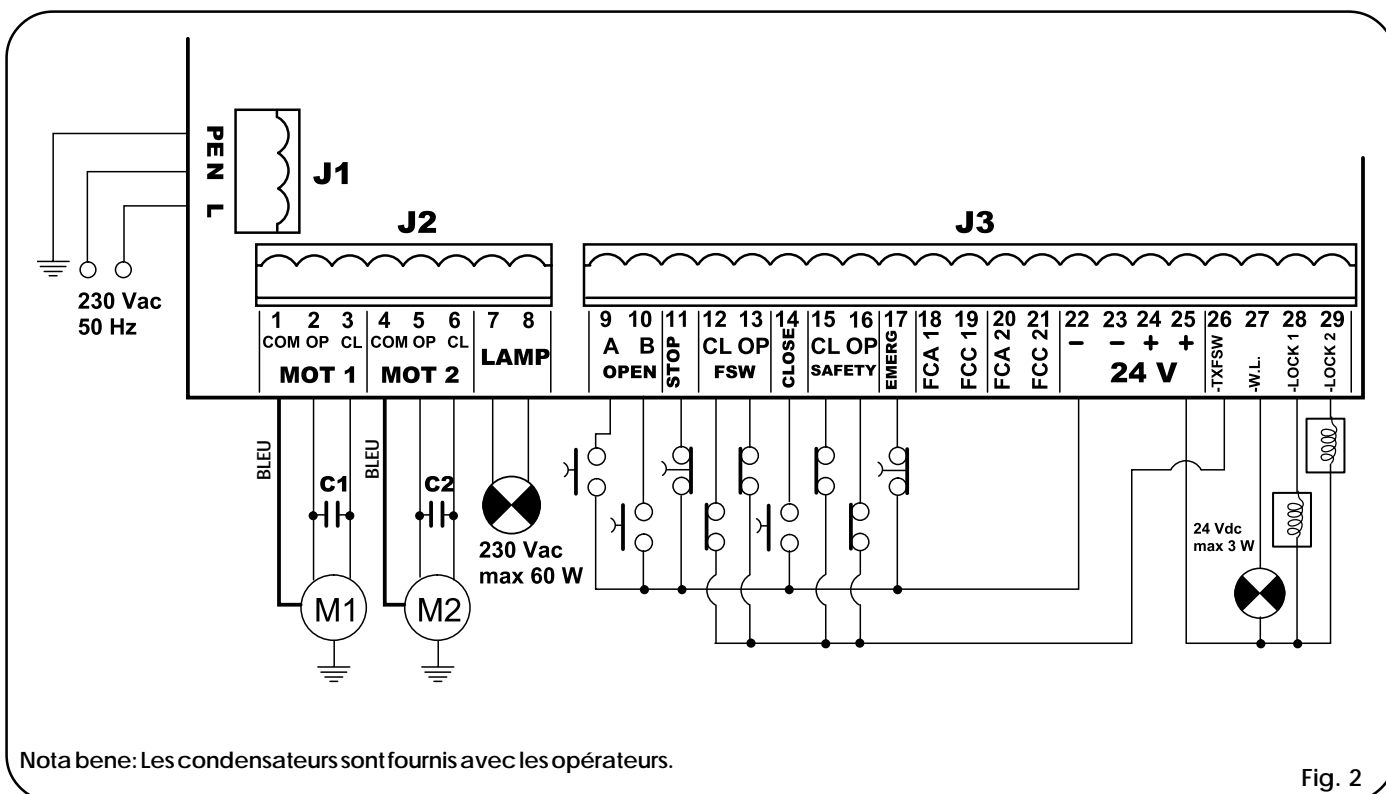

Fig. 2
- Connecter le câble de terre à la borne spécifique prévue sur le connecteur J1 de la platine (voir fig.2).
#### 4.2. Bornier J1 - Alimentation (fig. 2)
#### 4.3. Bornier J2 - Moteurs et feu clignotant (fig. 2)
#### 4.4. Bornier J3 - Accessoires (fig. 2)